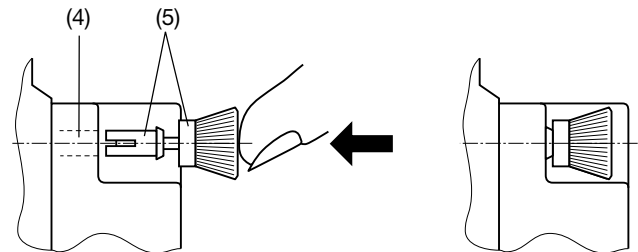

Fig. 2
Pour assurer mécaniquement le montage, enficher les 4 rivets spéciaux en matière plastique (5) dans les trous correspondants (4), (Fig. 2).